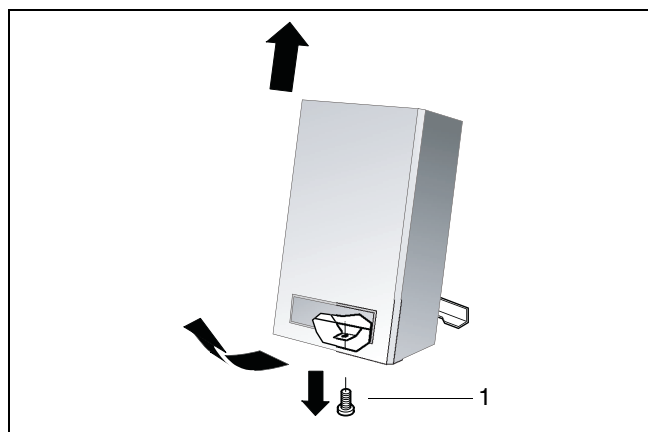

fig. 8 Verwijderen van de mantel
- Draai de borgschroef van de mantel los (→ fig. 8, [1]).